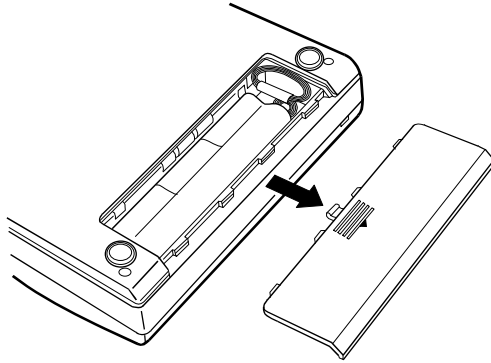

図 1
- ① 図1のようにプリンタ本体を裏返しにして、電池蓋を外します。